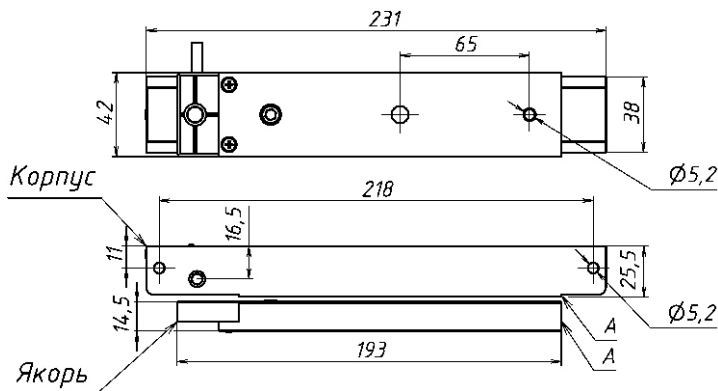

Рисунок 2
3.8 Замок состоит из корпуса и якоря. Габаритные размеры замка (рисунок 2):
ВНИМАНИЕ! ПРИ МОНТАЖЕ ЗАМКА ПРАВИЛЬНОЕ ПОЛОЖЕНИЕ ЯКОРЯ ОТНОСИТЕЛЬНО КОРПУСА ОБЕСПЕЧИВАЕТСЯ ПРИ СОВМЕЩЕНИИ КРОМОК А (РИСУНОК 2).